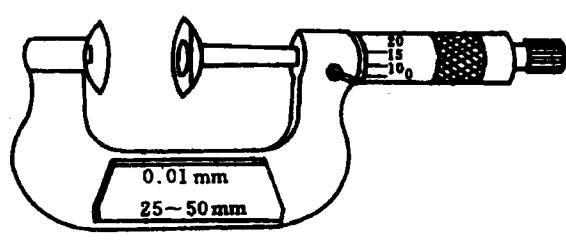

图 1-1-9 公法线千分尺
(4) 公法线千分尺：用来测量齿轮的公法线长度，如图 1-1-9 所示。